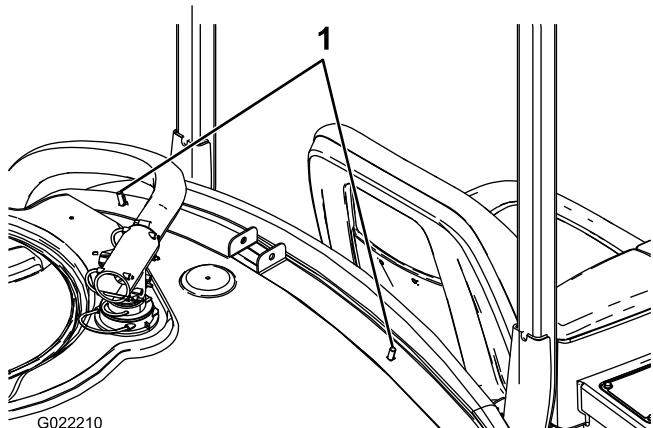

Bild 2
2. Setzen Sie zwei Schlossschrauben in die oberen Löcher auf der Innenseite der vorderen Behälterriemen ein (Bild 2).